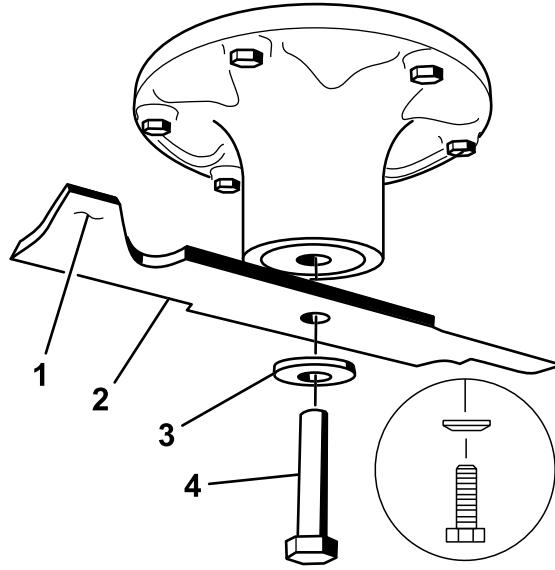

Bild 69
2. Entfernen Sie die Messerschraube, Wellenscheibe und das Messer von der Spindelwelle (Bild 69).
- Setzen Sie das Messer auf die Spindelwelle (Bild 69).
- Setzen Sie die Wellenscheibe (Kappenseite zum Messer) und die Messerschraube ein (Bild 69).